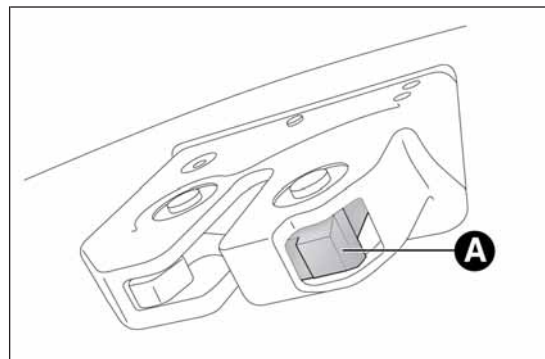

РИС. 62
- нажмите на рычажок А РИС. 62.